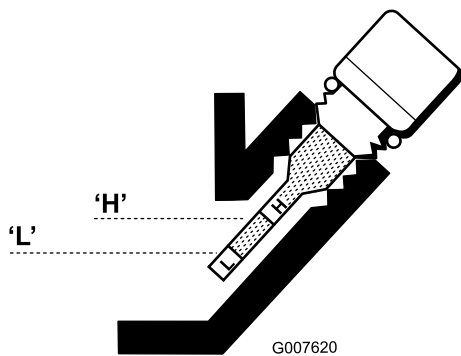

图30
6. 如果油位较低、请添加足够的机油、使油位升到量油尺的“H”与“L”标记之间（图30）。检查机油油位。